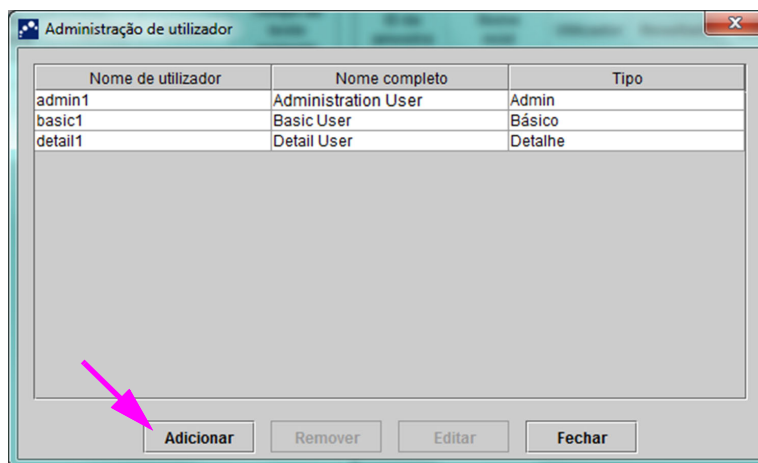

Figura 2-70. Caixa de diálogo Administração de utilizador
2. Na janela do sistema GeneXpert Dx (ver figura 2-55), no menu **Configuração**, clique em **Administração de utilizadores**. É apresentada a caixa de diálogo Administração de utilizador. Ver figura 2-70 se adicionar um utilizador local ou ver figura 2-71 se adicionar um utilizador LDAP remoto.
1. Na janela GeneXpert Dx System (consulte a figura 2-55), no menu Configuração, clique em **Administração de utilizador**. É apresentada a caixa de diálogo Administração de utilizador. Consulte a figura 2-70.